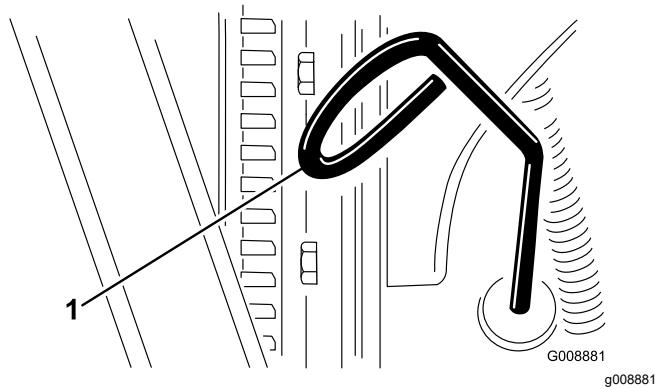

Figura 27
2. Retire la varilla (Figura 27) y límpiela con un paño limpio.